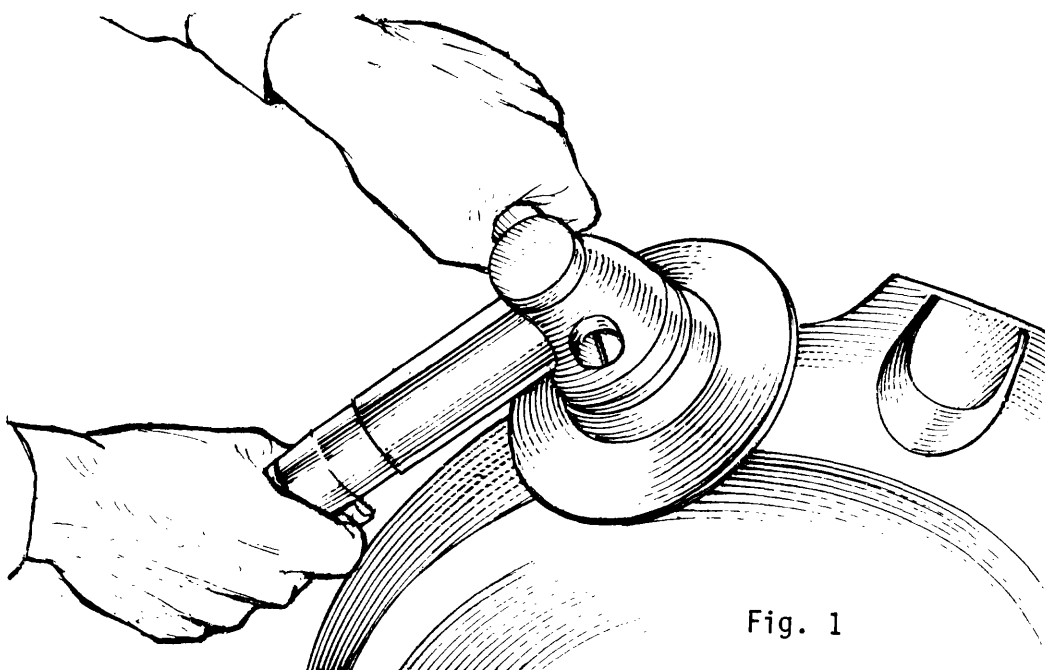

Fig. 1
- c Inclíne la máquina para que coincida la planitud de la lámina a pulir con la zona de trabajo del disco pulidor (fig. 1).